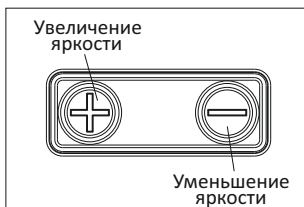

Рис. 6
2) Наверху прицела находится барабан вертикальных поправок, справа - барабан горизонтальных поправок. Для ввода поправок вставьте плоский выступ прилагаемого ключа в прорезь в барабане и поверните его (Рис.6), чтобы сделать нужную поправку.